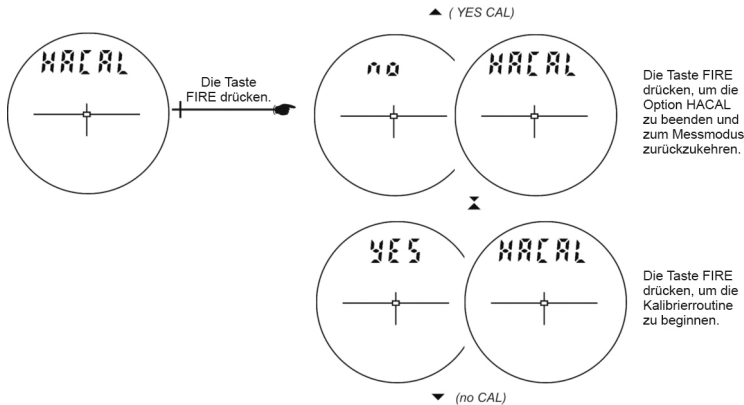

Abbildung 19
5. Drücken Sie , um die Option „HACAL“ auszuwählen. Auf der Hauptanzeige erscheint die Meldung „no“ „CAL“; die Anzeige sollte so ähnlich wie in Abbildung 19 aussehen.